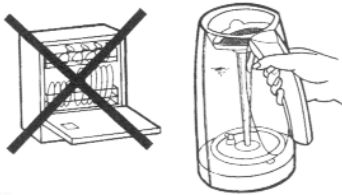

FIGURE 6
**NE mettez PAS le réservoir au lave-vaisselle (FIGURE 6), car la chaleur et le détergent l'endommageraient.**